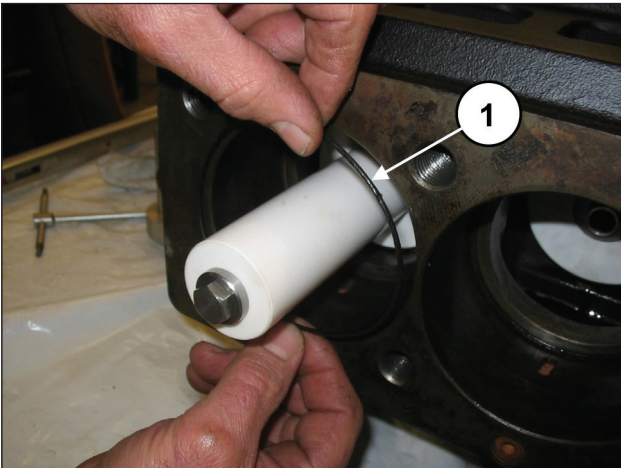
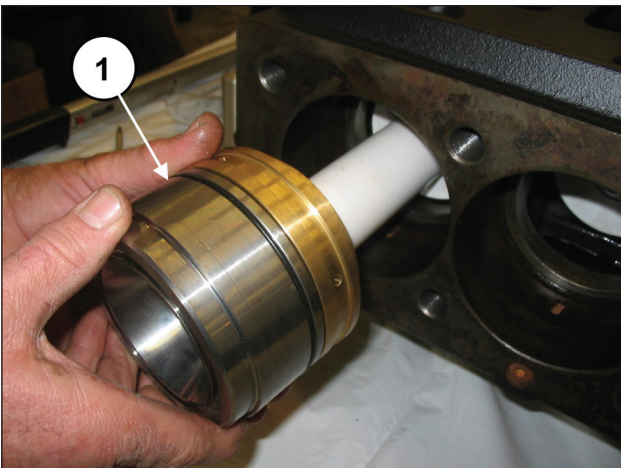

Fig. 149
Fig. 150
Placer le joint torique à l'intérieur du carter de pompe (rep. ①, Fig. 149), puis l'ensemble chemise-support des joints (muni du joint torique) préalablement assemblé jusqu'en butée (rep. ①, Fig. 150).